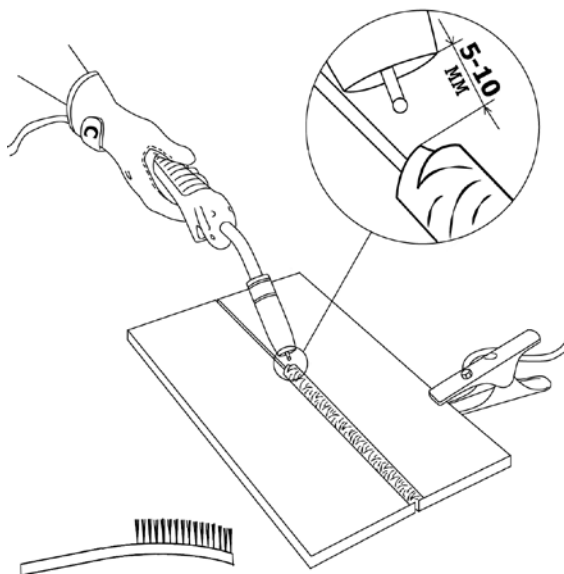

Рис. 8.3. Перед началом работы.
6. Начинайте сварочный процесс (См. рис. 8.3).
Перед началом работы не забудьте проверить следующее (См. рис. 8.3):